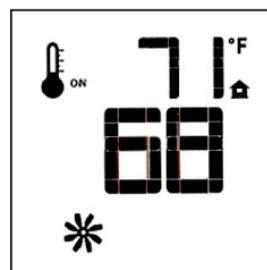

Figure 65.
- La vitesse du ventilateur peut être ajustée à six niveaux de réglage. Pour activer cette fonction, appuyez sur la touche «Mode» pour afficher l'icône du ventilateur (Fig. 65). Le ventilateur ne démarrera pas s'il n'est pas réglé à «ON».